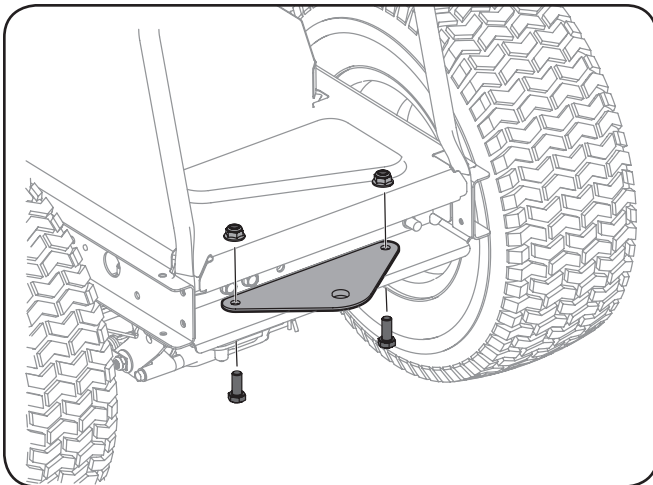

Figura 3-11
1. Retire la placa de enganche instalada de fábrica en la parte trasera del tractor. Vea la figura 3-11.
2. Coloque la placa de enganche, embalada con las piezas sueltas, con el lado plano hacia arriba como se muestra en la figura 3-11. Sujete con los dos pernos y tuercas hexagonales retiradas.